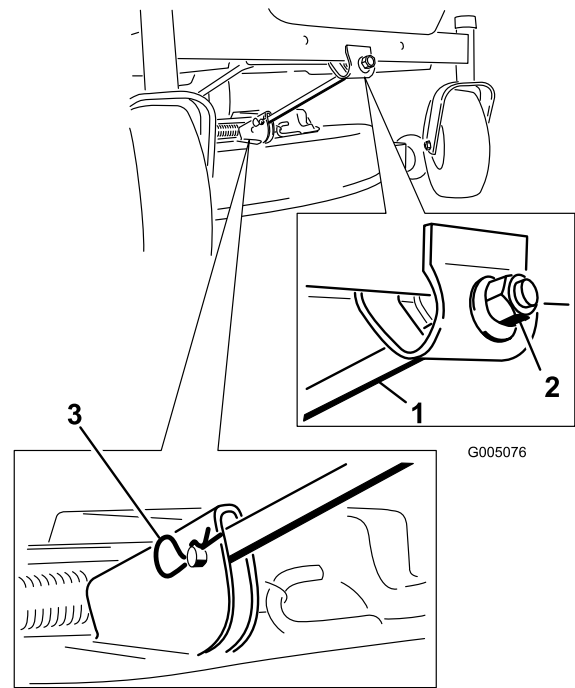

Figura 45
- Retire el pasador y la chaveta de la varilla de soporte delantera (Figura 45). Baje cuidadosamente la parte delantera de la plataforma del cortacésped al suelo.
6. Conecte la varilla de soporte delantera a la plataforma del cortacésped con el pasador y la chaveta (Figura 45).